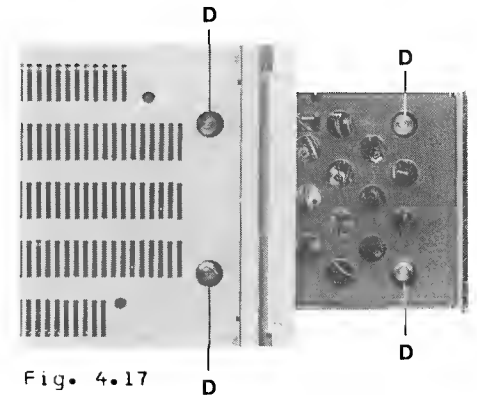

Fig. 4.17
- Geraet ausschalten und Schublade von Hand ca. drei-viertel ausfahren (beide hinteren Messingschrauben muessen durch die Oeffnungen im Bodenblech sichtbar sein, siehe Fig. 4.17).